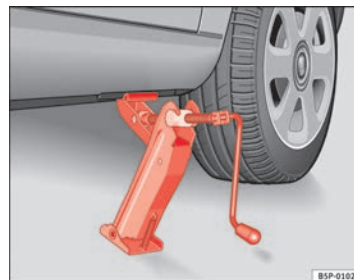

Fig.171 Colocación del gato
- Posicione el gato de modo que su garra envuelva el nervio del larguero inferior y que la placa base móvil se apoye plana sobre el suelo ⇒ página 261, fig. 171.